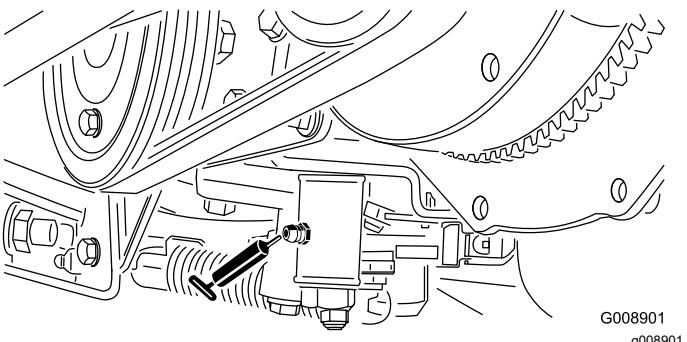

**Figura 62**
- Pivote y cilindro de elevación del brazo de elevación delantero derecho (2) (Figura 62)